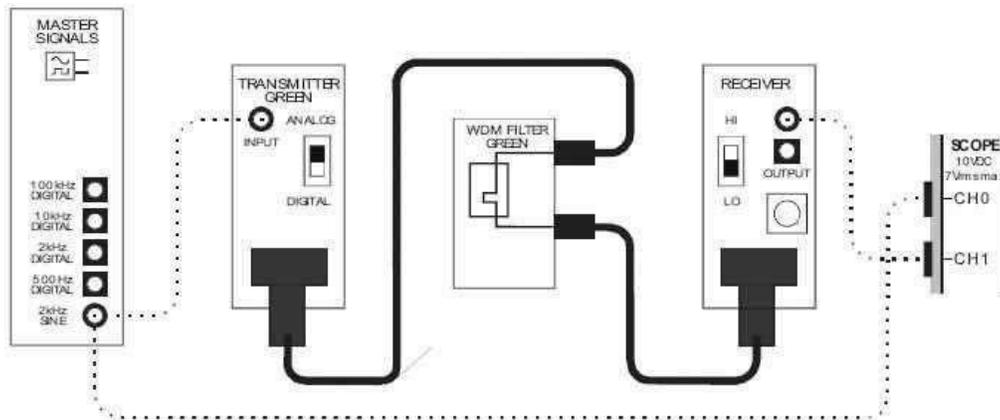

Figura 5
12. Incluir un filtro WDM verde, como se muestra en la Figura 5.